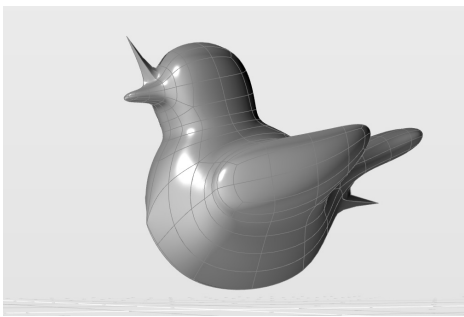

图 6-74 合并 PolyNURBS
3) 将左右两侧使用“合并 PolyNURBS”工具进行合并操作。观察结果, 如图 6-74 所示, 模型在多个位置都出现合并错误。这说明, 进行合并 PolyNURBS 操作时, 如果两个控制顶点在同一位置, 则 Evolve 会将两点自动接合。如果未在同一位置, 则无法自动接合, 也无法形成光顺的过渡。